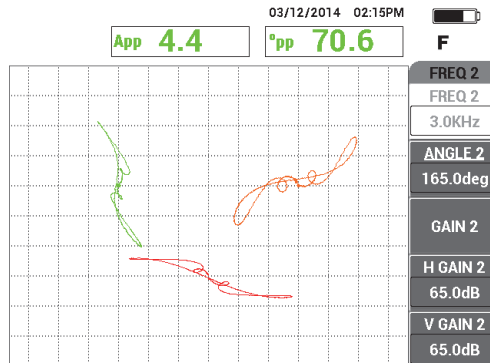

Abbildung 5-140 Prüfen des Hilfsrings
7. Halten Sie die Sonde an einen Bereich ohne Defekt nahe des Rohrhilfsrings und drücken Sie dann den Fußschalter NULL. Prüfen Sie den Hilfsring und drücken Sie die Direktzugriffstaste FREEZE (❄), wenn Sie fertig sind (siehe Abbildung 5-140 auf Seite 242).